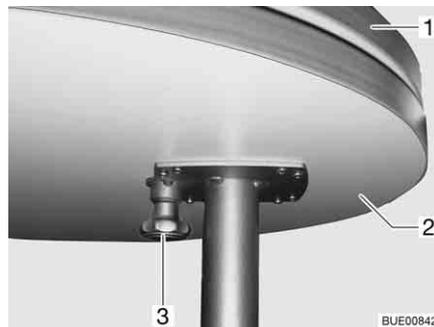

Fig. 85 Table fixe
- Tirer le bouton (Fig. 85,3) du dispositif de verrouillage vers le bas et sortir la rallonge de table (Fig. 85,2).
- Faire pivoter la rallonge de table (Fig. 85,2) sous le plateau de table (Fig. 85,1) jusqu'à ce le dispositif de verrouillage s'enclenche de façon perceptible.